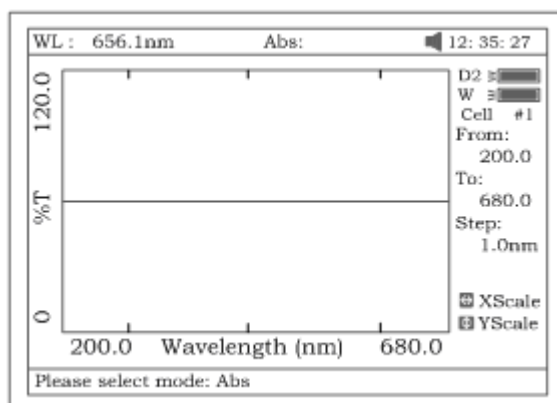

Рисунок 43
*Примечание: «Шаг сканирования» выбирается из значений 0,1нм, 0,2нм, 0,5нм, 1нм, 2нм и 5нм. «Скорость сканирования» -- из «Высокой» (HI), «Средней» (MEDIUM) и «Низкой» (LOW). Для сканирования, имеющего своей целью общий обзор, мы предлагаем пользоваться значениями 5нм, HI. Для детального сканирования – 0,5нм, HI.*
2. Нажатием клавиши **[F2]** выберите режим анализа – “Abs”, “%T” или “E” (рис.43).